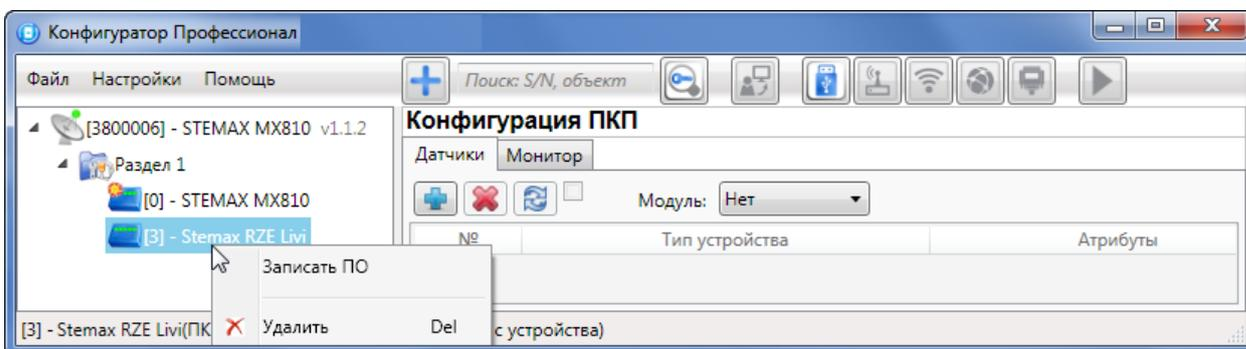

Рис. 7.1. Контекстное меню устройства, выбор функции *Записать ПО*
4. Щелкните правой кнопкой мыши по строке группы параметров трансивера в дереве устройств и в появившемся меню выберите *Записать ПО* (Рис. 7.1).